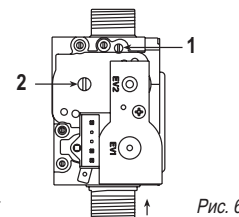

Рис. 6
- 2) Полностью откройте задвижку газового клапана (1, рис. 6)
- 3) Используя винт балансировки газо-воздушной смеси на газовом клапане (2 рис. 6) настройте перепад давления (мм Н₂O) в соответствии с таблицей:
- 4) Используя задвижку газового клапана (1 рис. 6) настройте перепад давления (мм Н₂O) в соответствии с таблицей:
- Для корректировки содержания CO₂ на минимальной мощности котла, используйте винт балансировки газо-воздушной смеси (2, рис. 6).
- Для корректировки содержания CO₂ на максимальной мощности котла, используйте задвижку газового клапана (1, рис. 6).
– Другие неисправности (рис. 6)